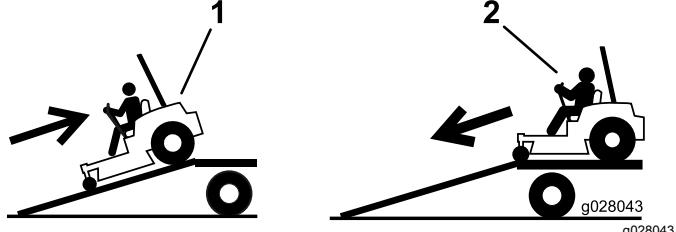

Figura 37
4. Suba la máquina por la rampa en marcha atrás (Figura 37).
2. Baje la máquina por la rampa conduciendo hacia adelante (Figura 37).